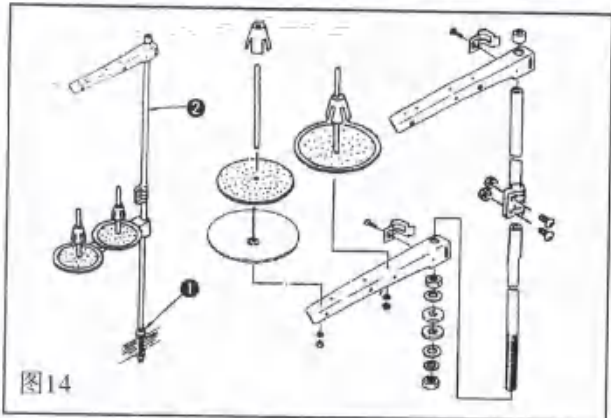

图14
12. 线架的装法 (图14) INSTALLING THE THREAD STAND (FIG.14)